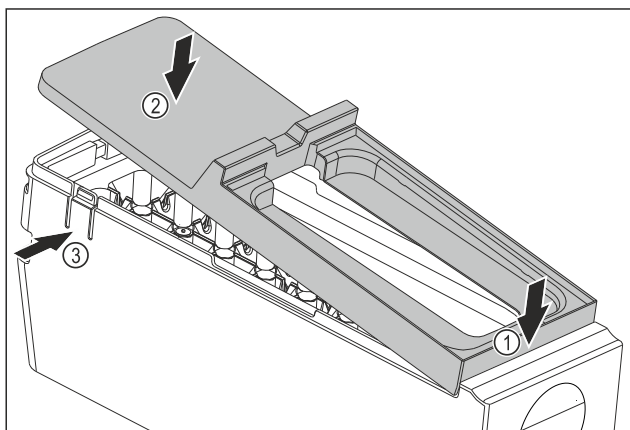

Fig. 82
- ▶ Montaż osłony korpusu EasyTwist-Ice: Osłonę założyć od przodu. Fig. 82 (1)
- ▶ Opuścić osłonę z tyłu. Fig. 82 (2)
- ▷ Osłona zatrzaszkuje się słyszalnie w obu nakładkach Fig. 82 (3).